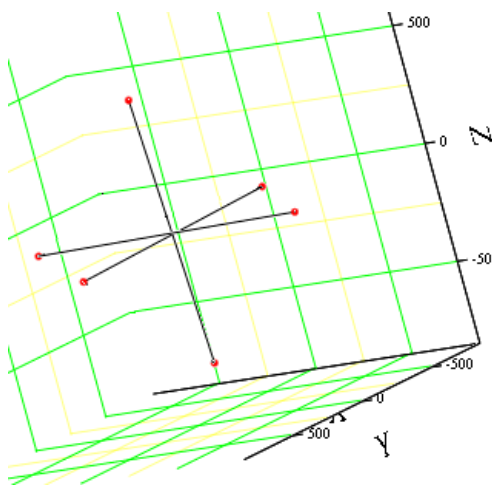

Рис. 4 – Взаимное расположение осей неоткалиброванного датчика
3. Соединить противоположные центры, получив взаимное расположение осей сенсора (Рисунок 4).